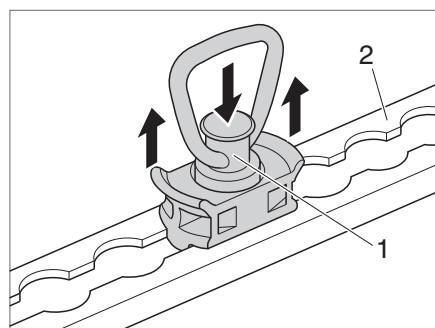

Fig. 3 Argollas de amarre garaje trasero (variante 2)
- Presionar el botón (Fig. 3,1) de las argollas de amarre y levantar los dos extremos al mismo tiempo.
- Desplazar la argolla de amarre en el riel de amarre (Fig. 3, 2) a la posición deseada hasta que el carril de amarre se estreche.